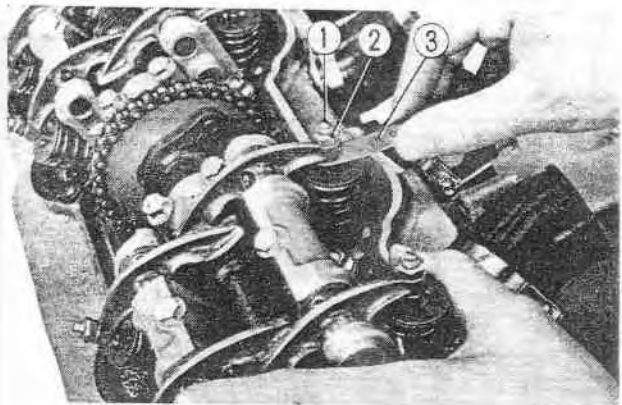

Fig. 3-57 ① Vis de réglage du culbuteur
- b. Vérifier le jeu des deux soupapes en introduisant une cale d'épaisseur, fournie dans la trousse d'outillage, entre la vis de réglage du culbuteur et la tige de la soupape. Si le jeu est correct, il se produira une légère résistance à l'introduction de la cale. Si le jeu est trop grand ou trop faible, un réglage s'impose. (Fig. 3-57)